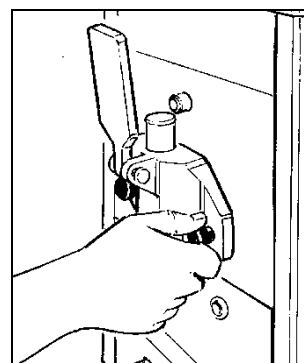

Fig. 23
- **U**ne fois la bride bien insérée, fixez-la avec ses pommeaux en les vissant à fond (fig.23).